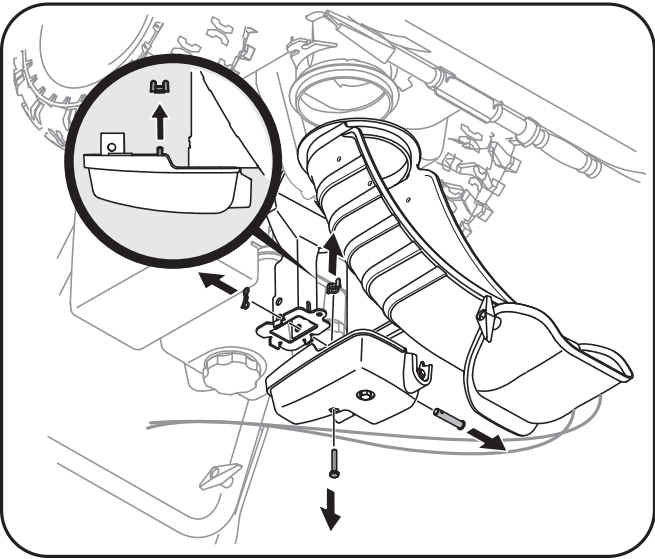

Fig. 3-3
- Retirez l'écrou à oreilles et la vis hex. qui se trouvent sur la commande de la goulotte ainsi que la goupille fendue et l'axe de chape sur le support de la goulotte. Voir la Fig. 3-3. Positionnez la goulotte (tournée vers l'avant) sur sa base.